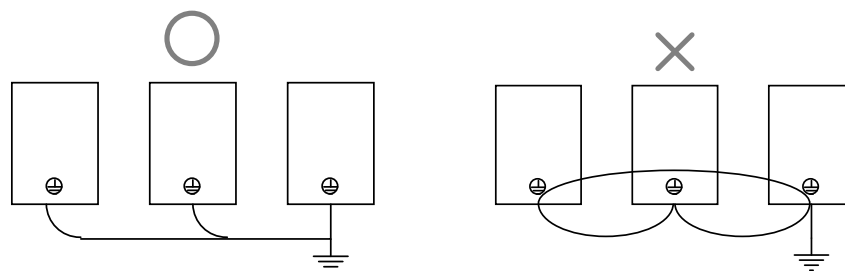

Рисунок 4-10 Метод заземления для нескольких инверторов
- При заземлении нескольких инверторов рекомендуется по возможности избегать образования петли, чтобы избежать образования петли заземляющим проводом. См. Рисунок 4-10, где описан метод заземления нескольких инверторов.